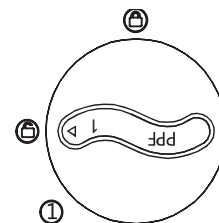

Fig 4
2. Inserte el cartucho de sedimentos en la abertura del filtro, el icono del triángulo en la parte superior del filtro debe apuntar al icono  (Fig 4).